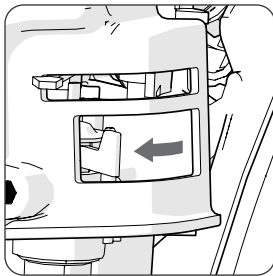

Fig 6
- Cierre la llave del combustible. **(Fig. 6)**